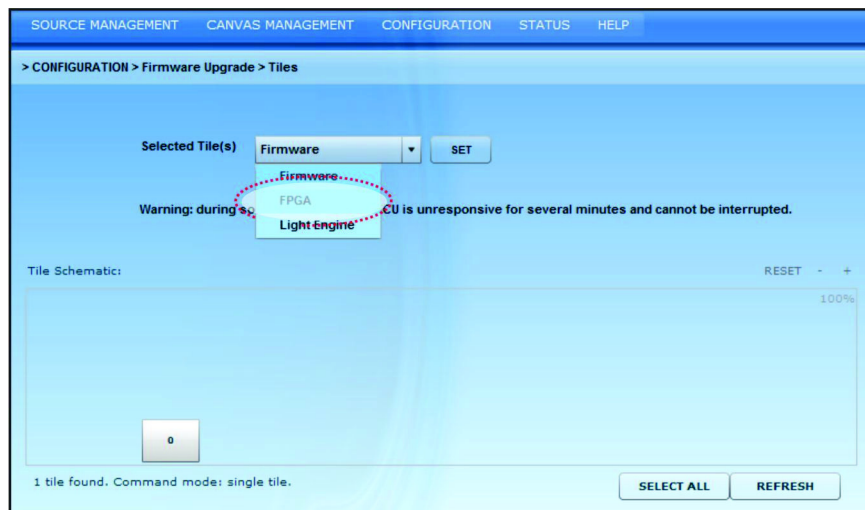

Рис. 3-41 Обновление FPGA ячеек
- b. Выберите **FPGA** в меню **Выбранные ячейки** (Рис. 3-41).